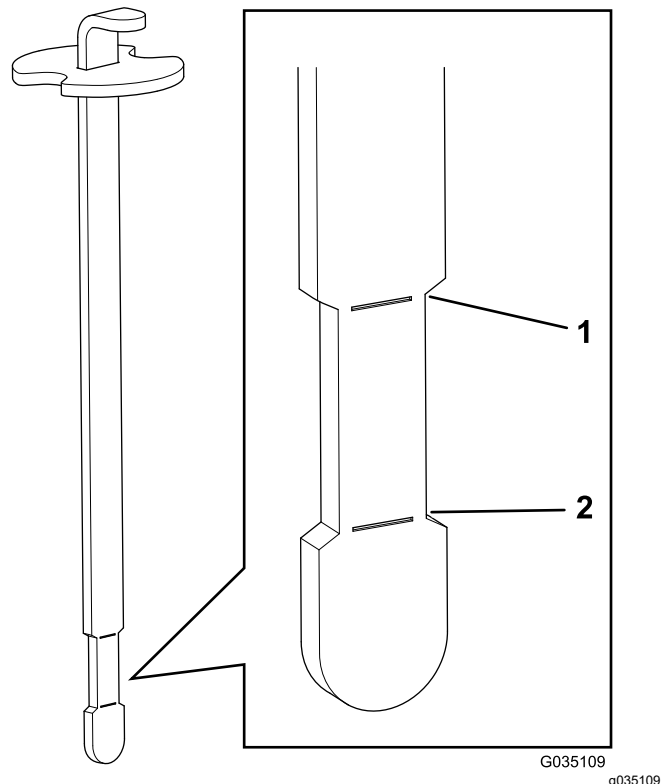

Рисунок 17
**Примечание:** Уровень жидкости должен быть между верхней и нижней отметками (в суженной области) на щупе (Рисунок 17).